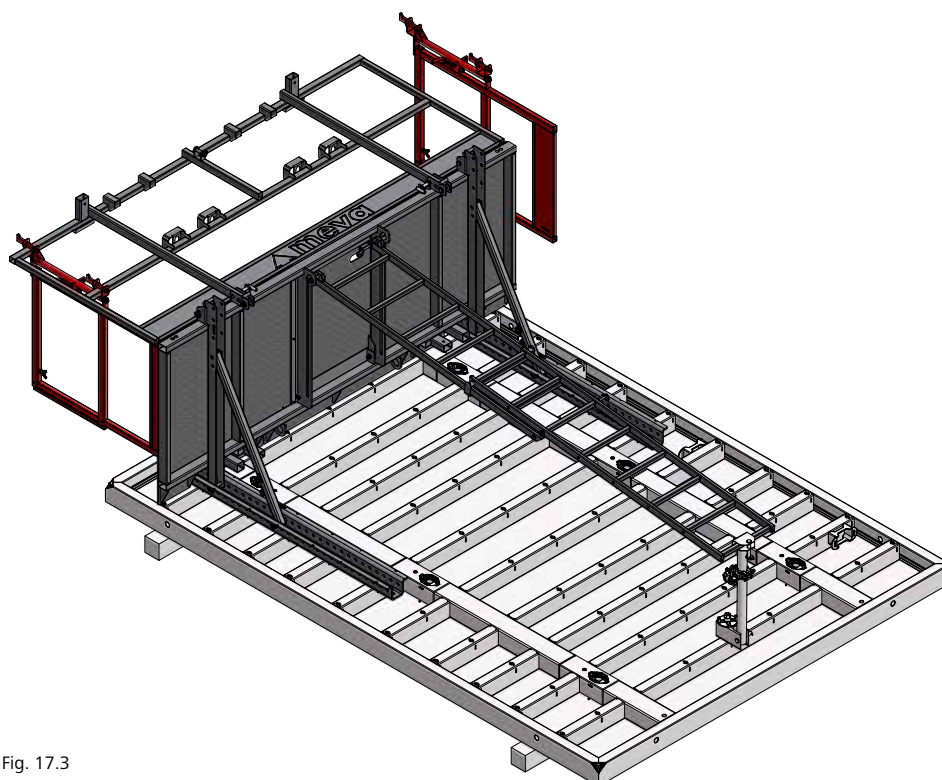

Fig. 17.3
16. Fixer le garde-corps d'about MIS sur le garde-corps arrière (Fig 17.3) en utilisant les deux clavettes intégrées.